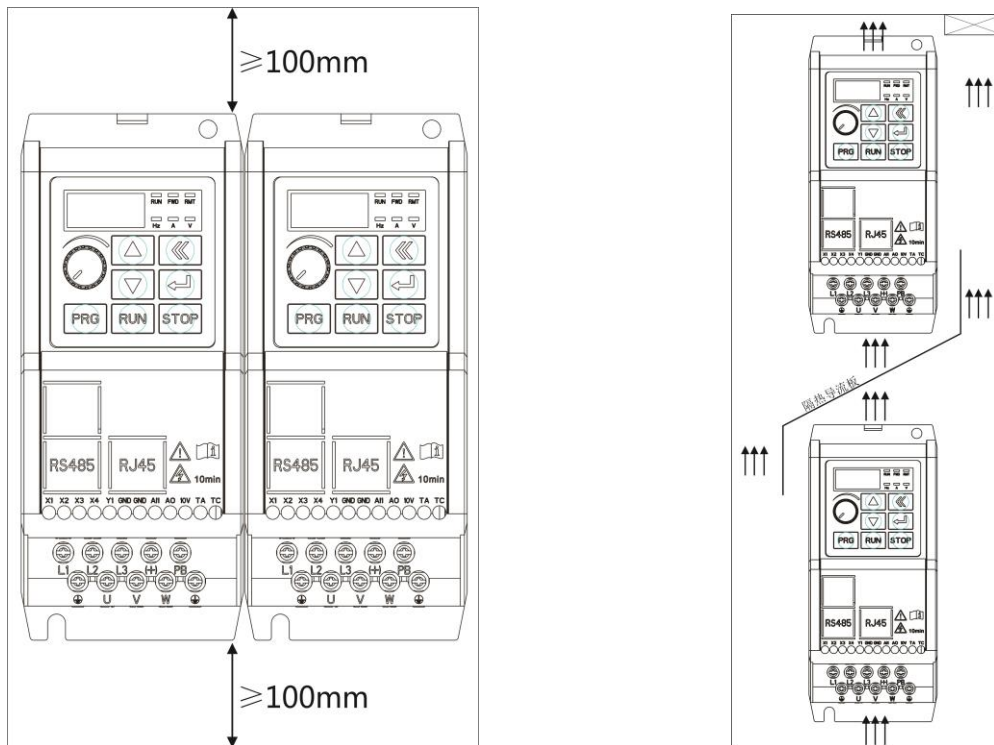

图 3-1 COMMANDER X 系列变频器安装示意图
- 1) 请垂直安装变频器，便于热量向上散发，但不能倒置安装。若柜内需同时安装多台变频器时，最好是并排安装。在需要上下安装の場合，请参考图 3-1 的示意图，安装隔热导流板。
- 2) 安装空间按照图 3-1 所示，保证变频器的散热空间，但安装时请考虑柜内其他器件的散热情况。